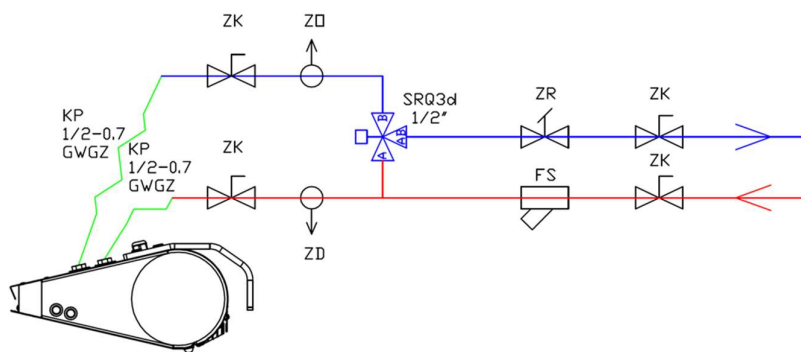

РИС. 17.3 ПРИМЕР СИСТЕМЫ СОЕДИНЕНИЯ ГИДРАВЛИЧЕСКИХ ЭЛЕМЕНТОВ.
4. запорную арматуру прямо на устройстве. (Рис. 17.3)